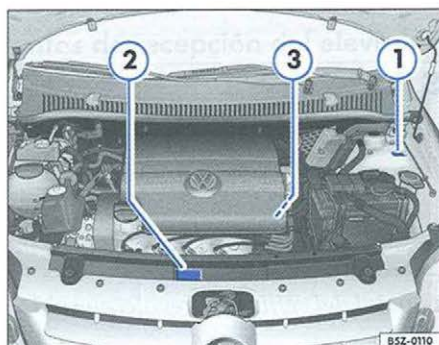

Fig. 165 Números de identificación del vehículo
Las etiquetas de identificación con el número parcial VIS⁴⁷⁾ están fijadas en la columna de suspensión izquierda ⇒ fig. 165 ① y en la columna de la puerta delantera derecha. Estas etiquetas son destruidas cuando se intenta retirarlas.
La etiqueta de identificación del fabricante está fijada en el travesaño delantero del vano motor ⇒ fig. 165 ②.
La grabación del número está localizada en la parte posterior del bloque, junto a la fijación de la transmisión ⇒ fig. 165 ③. En algunas regiones este dato forma parte del documento oficial del vehículo.